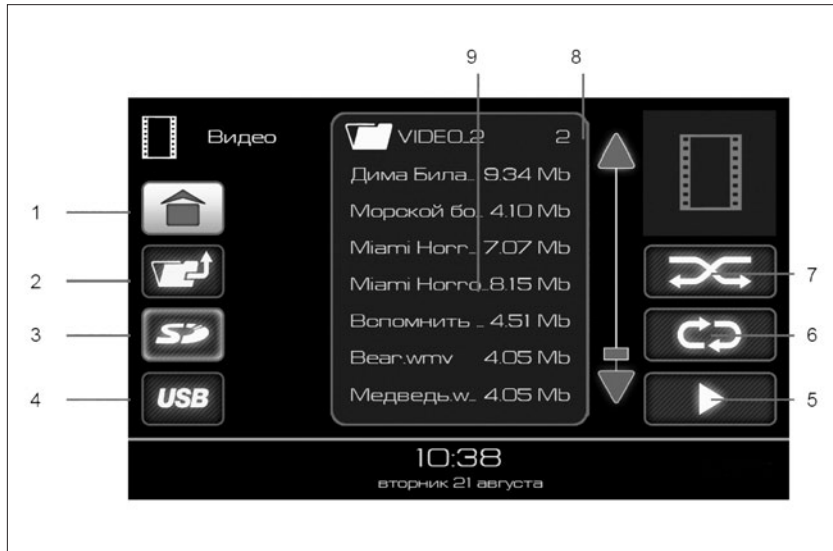
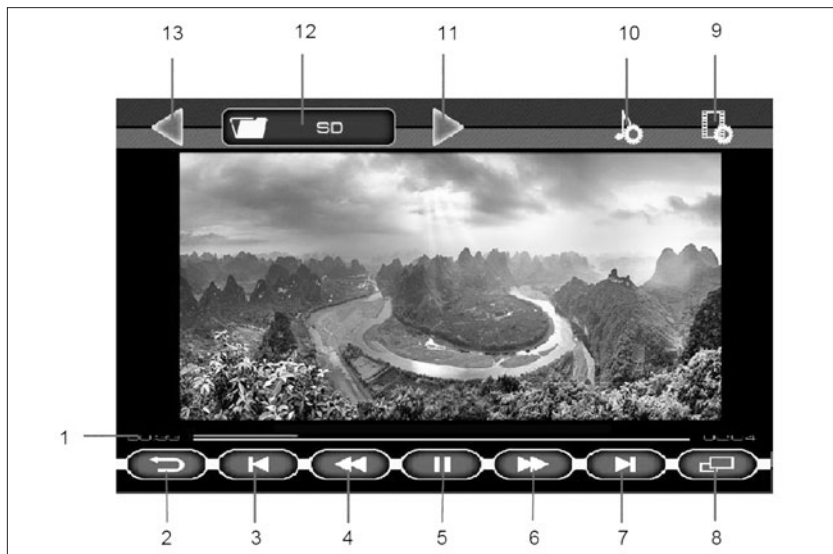

Рис. 58. Окно режима «ВИДЕО»
Рис. 59. Окно проигрывания видеофайлов
Примечание. При нахождении режима **«Видео»** в состоянии пауза (индикатор 5, рис. 59), повторный вход переведет MMC в режим проигрывания видеofайла.
Доступные для воспроизведения видеофайлы и папки отображаются в списке (9). Двойное нажатие на изображении папки  отобразит список видеофайлов в этой папке. Для выхода из папки нужно нажать кнопку 2 (рис. 58).
- двойное нажатие на выбранный файл позволяет воспроизвести именно его, при этом доступна кнопка включения режима повторного воспроизведения (кнопка 6, рис. 58).
дения файлов (кнопка 6, рис. 58) позволяет воспроизвести все видеофайлы, находящиеся в списке (9).
- выбор папки одиночным нажатием на изображении папки , в списке (9) (рис. 58), а затем нажатие кнопки воспроизведения файлов (кнопка 5, рис. 58) позволяет воспроизвести все видеофайлы, находя-
Для включения полноэкранного режима воспроизведения нажать кнопку **8** (рис. 59) или на изображение.
Если при воспроизведении видеофайла нажать на кнопку «II» (5) (рис. 59), а затем нажать на кнопку возврата (кнопка **2**, рис. 58), то произойдет переход в главное меню, и в кнопке **8 «Видео»** (рис. 53) появится индикатор паузы. Этот режим позволяет вернуться к воспроизведению видеофайла с того места, где была поставлена пауза.
Доступные для просмотра файлы и папки отображаются в списке (9), (рис. 58). Для отображения списка файлов внутри папки нужно нажать на изображение папки  в списке (9). Для выхода из папки нужно нажать кнопку 2.
Нажмите на изображение файла в списке и кнопку 5 (рис. 58) либо дважды нажмите на выбранный файл для запуска просмотра файлов, начиная с выделенного в списке курсором. Для организации слайд-шоу должен быть включен режим повторного воспроизведения. ММС перейдет в окно проигрывания файлов изображения.